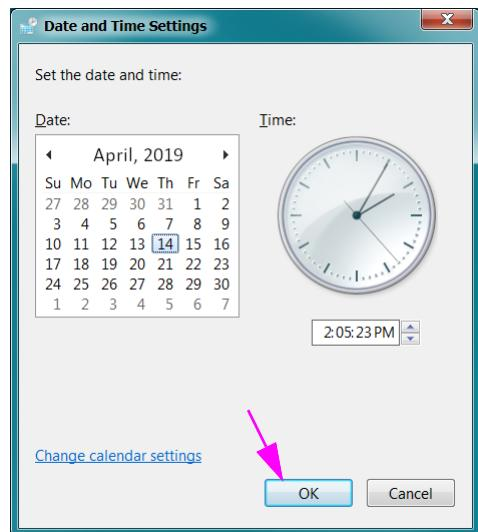

Figura 2-32. Caixa de diálogo Date and Time Settings (Definições de hora e data)
2. Clique no botão **Change Date and Time... (Alterar data e hora...)**. Aparece a caixa de diálogo Date and Time Settings (Definições de hora e data). Consulte a figura 2-32.